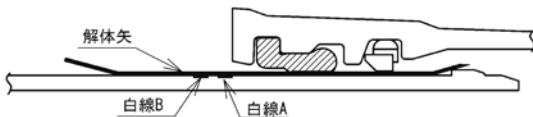
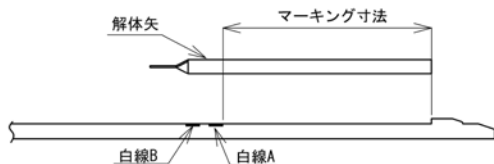

図80 解体矢の挿入が異常な状態
図81 解体矢のマーキング位置
- (3) 図80のように①挿入量が足りない状態、②挿入し過ぎた状態では解体できない。解体矢には図81に示すようにマーキングし、マーキングが白線位置と一致するまで解体矢を打ち込み、図79の正常な状態となるようにする。